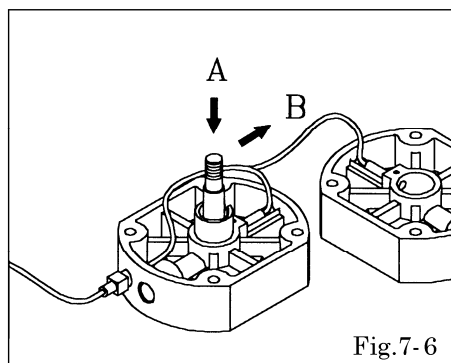

Fig.7-6
- ・センサーに帯印のあるものをポンプ供給エア入口から見て右側に組み付ける。〔Fig.7-6〕
- ・ブッシュ、Oリング、ガイド、センターロッドを組み付け、センターロッドを矢印 A 方向に押し付けながら、矢印 B 方向に軽く押し付けた状態でセンサーの先端をセンターロッドに当て、センサー取付ネジを締め付ける。〔Fig.7-6〕